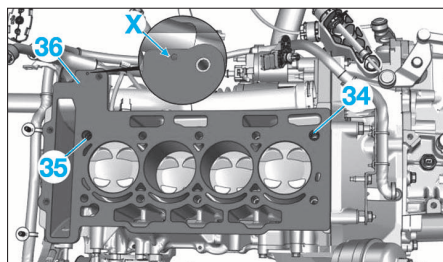

FIG. 58
- S'assurer de la présence des bagues de centrage (34) et (35) (Fig.58).
- Poser le joint de culasse (36), repère en (X) et la culasse.